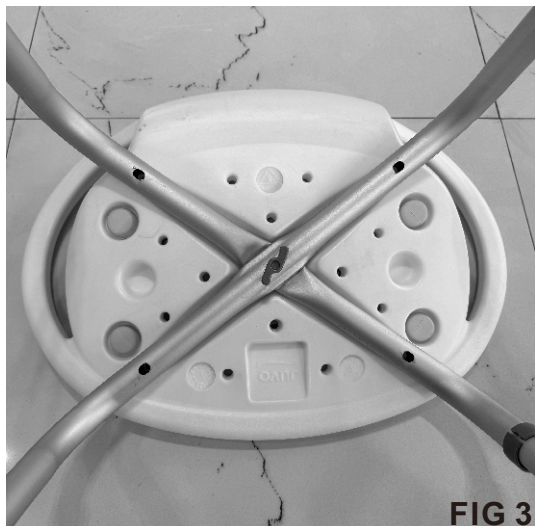

FIG 3
- Așezați suportul pentru picioare în formă de U nr. 2 deasupra suportului pentru picioare în formă de U nr. 1, în canalul adâncit marcat cu nr. 2. (Consultați FIG 3)